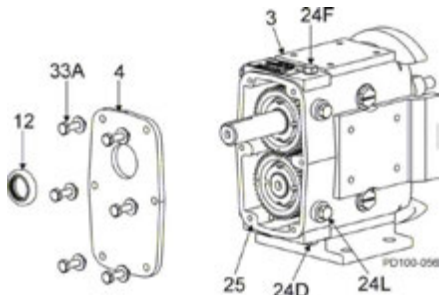

Abb.68 Ausbau des Getriebegehäusedeckels
1. Entfernen Sie den Ölablassstopfen (Abb. 68, Pos. 24D); lassen Sie das Öl ab.
2. Entfernen Sie die Sechskantschrauben vom Getriebegehäuse (Abb. 68, Pos.33A).